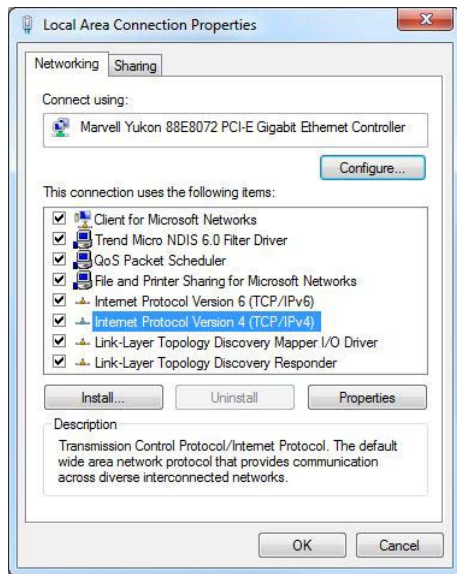

Abbildung 49: LAN Einstellungen
- Aktivieren Sie das "Internet Protocol Version 6 (TCP/IPv6)" wählen Sie "Internet Protocol Version 4 (TCP/IPv4)" aus. Klicken Sie auf „Eigenschaften“ (siehe Abbildung 49)